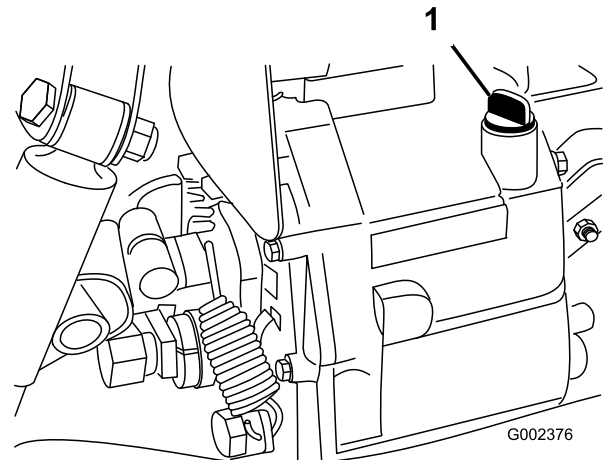

Bild 20
2. Reinigen Sie den Bereich um den Peilstab (Bild 20).